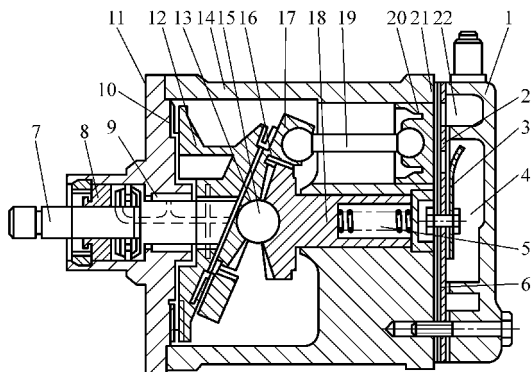

图 7-11 翘板活塞压缩机结构
1) 结构。翘板活塞压缩机的气缸上装有进、排气阀, 随活塞在气缸内的往复运动, 依次进行吸气和压缩行程, 其结构如图 7-11 所示。